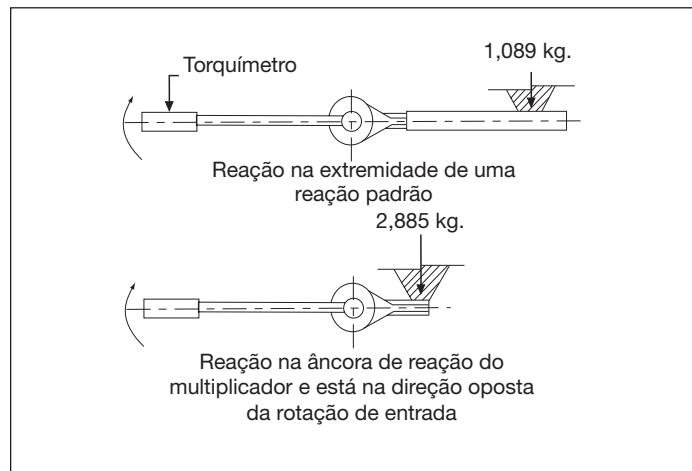

**Fig. 3, Detalhe da extremidade de Entrada (mostrado conjunto de rotação CW)**
Calota seletora (Fig. 3, Item 3) deve ser ajustada na posição de neutro e a posição de neutro do conjunto de parafusos (Fig. 3, Item 3) deve ser apertada para travar a calota seletora na operação com unidade de energia. Ela controla a direção rotacional do multiplicador de torque para entradas aplicadas manualmente. (Não disponíveis nos modelos E290+, E291, E391). Ferramentas de impacto não devem ser usadas para acionamento com energia, danos ao multiplicador podem ocorrer.
- Ajuste a direção de rotação desejada, pressionando a calota seletora (Fig. 3, Item 3) na direção indicada pelas letras e setas direcionais estampadas na extremidade da caixa de entrada (Fig. 3, Item 1). EXEMPLO: "CCW" para rotação no sentido anti-horário, pressione a calota para o final na direção mostrada pela seta "CCW". Para rotação no sentido horário, pressione a calota na direção oposta "CW". (Não disponível nos modelos E290+, E291, E391).
**Modelos com proteção anti-retorno:** usando um torquímetro, aplique torque de entrada suficiente para liberar o dispositivo interno anti-retorno; mantenha o torque de entrada e pressione a calota seletora (Fig. 3, Item 3) na posição oposta. (EXEMPLO: Calota seletora na posição "CW" requer re-início para posição "CCW"). Vagarosamente, alivie o torque de entrada. (Não disponível nos modelos E290+, E291, ou E391).
Use uma ferramenta de **não-impacto** aprovada com modelos: (E391, E392, E393, E492, E493, E494 ou E495 somente). **Trave a calota seletora na Posição Neutro**, centrando entre as posições "CW" e "CCW" e apertando o conjunto de parafusos (fig 3, Item 2).